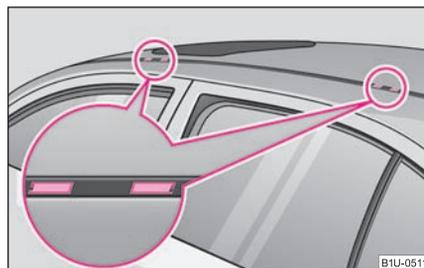

Fig. 85 Points de fixation des barres de toit de base
- On peut enlever les capuchons en plastique ⇒ fig. 85 en insérant un tournevis fin dans la découpeure des capuchons et en les soulevant prudemment de sorte que cela n'endommage pas la peinture.